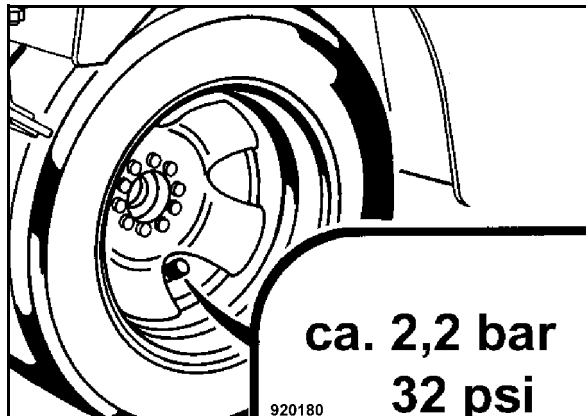

Fig. 98
- Comprobar la presión de inflado con un manómetro en la válvula del neumático (Fig. 98).